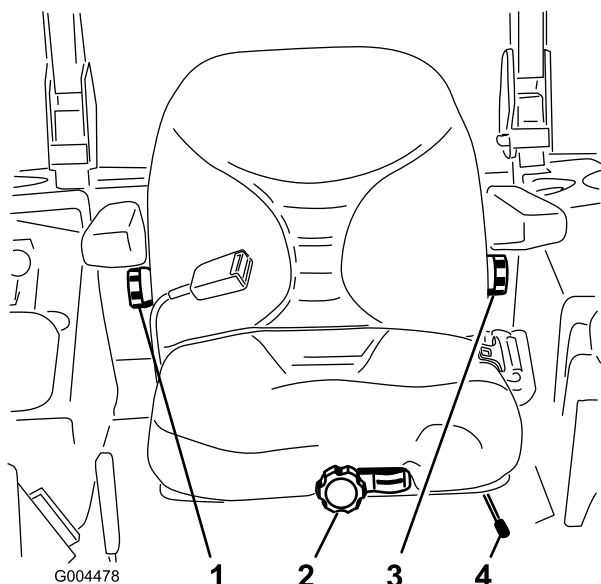

Figura 22
1. Mueva la palanca lateralmente para desbloquear el asiento (Figura 22).
Sin sentarse en el asiento, gire el pomo situado en la parte delantera en cualquier sentido hasta encontrar la posición más cómoda (Figura 22).
Para ajustarlo, gire el pomo situado debajo del reposabrazos derecho en cualquier sentido hasta encontrar la posición más cómoda (Figura 22).
Para ajustarlo, gire el pomo situado debajo del reposabrazos izquierdo en cualquier sentido hasta encontrar la posición más cómoda (Figura 22).